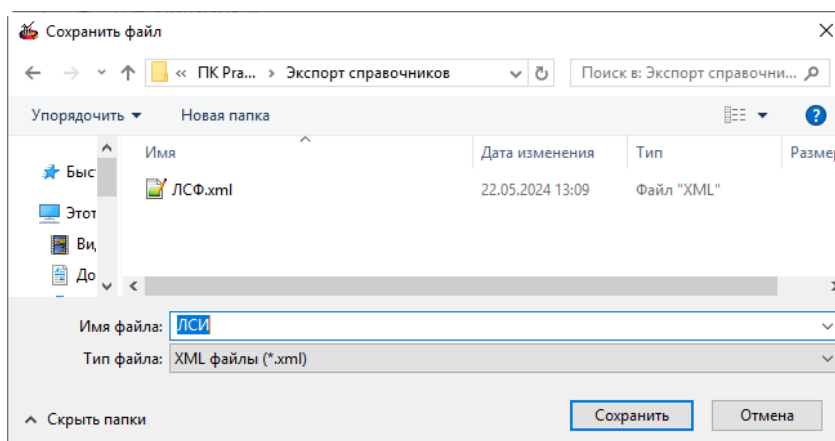

Рисунок 164 – Стандартное окно «Сохранить файл»
- 3) В стандартном окне «Сохранить файл» указать путь и имя файла для сохранения (рисунок 164).